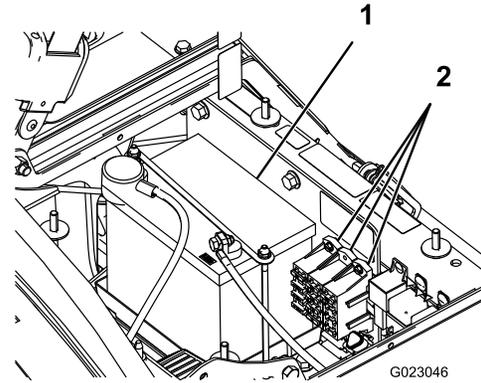

图43
电气系统中有 2 个保险丝模块和 1 个插槽。它们都位于座椅下面 图43。
2. 电池位于机器右侧泵的后方 图43。
5. 拆下电池固定装置和紧固件 图43。
2. 安装电池固定装置并使用之前拆下的紧固件进行固定 图43。
4. 安装电池盖使用 2 个旋钮固定 图43。
1. 松开电池盒两侧的旋钮取下电池盖 图43。